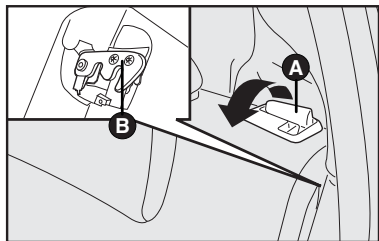

fig. 92
3) Desengatar o encosto, movendo as alavancas laterais **A-fig. 92** no sentido da seta liberando o encosto do egrate **B-fig. 92**.